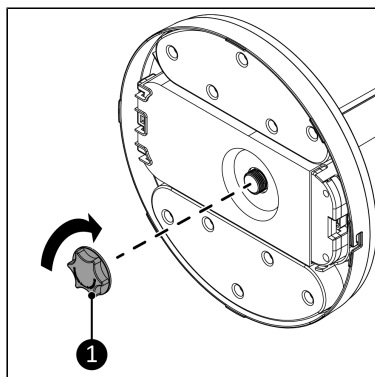

Figure 53.
4. Placez la vis de sécurité du socle (Figure 53, pos. 1) et tournez-la dans le sens des aiguilles d'une montre pour fixer le socle.